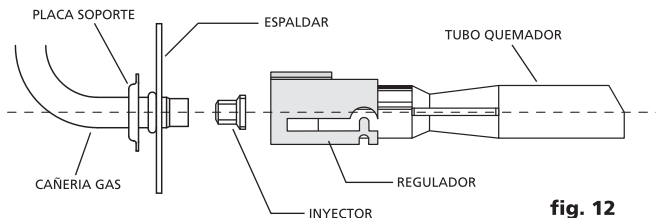

fig. 12
- 3.- Con una llave de copa o dado de 7 mm. (9/32") retire el inyector y sustitúyalo por el correspondiente para gas natural (**fig. 12**).